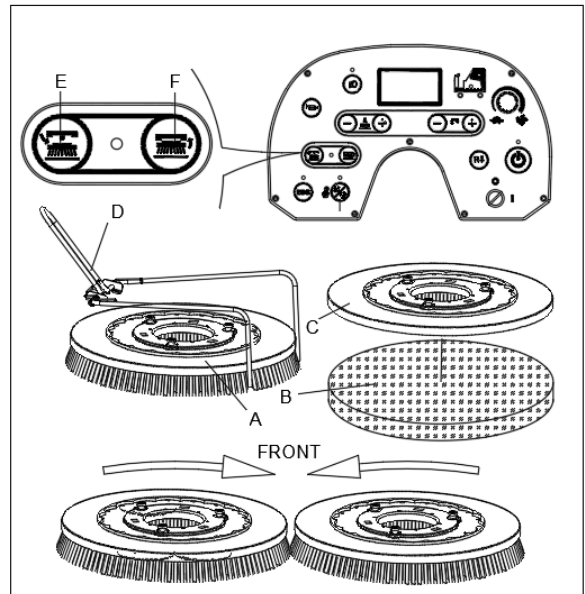

Figura 8
2. Aprire il coperchio del serbatoio acqua di recupero (1, Figura 1) e verificare che il serbatoio acqua di recupero (8, Figura 8) sia vuoto; altrimenti svuotarlo con il tubo di scarico (38, Figura 2).
Installare le spazzole (A, Figura 8) o i portafeltro (B e C, Figura 8) a seconda del tipo di pavimento da pulire.
2. Posizionare le spazzole (A, Figura 8) o i portafeltro (B, Figura 8) sotto la testata. Utilizzare il fermo di installazione della spazzola (D, Figura 8) per aiutare a trovare la corretta posizione della spazzola/portafeltro.
3. Installare la spazzola/portafeltro premendo il pulsante a scatto della spazzola/portafeltro (F, Figura 8), la spazzola/portafeltro verrà installata automaticamente. Viene mostrato il senso di rotazione (Figura 8). La spia LED lampeggia.
1. Inserire la chiave di accensione (53, Figura 3) e portarla su "I". Accertarsi che la spazzola/portafeltro si trovi in posizione sollevata (IN ALTO). Rimuovere la spazzola/portafeltro premendo il pulsante di sgancio della spazzola/portafeltro (E, Figura 8), la spazzola/portafeltro si sgancia automaticamente. La spia LED rimane accesa fissa.